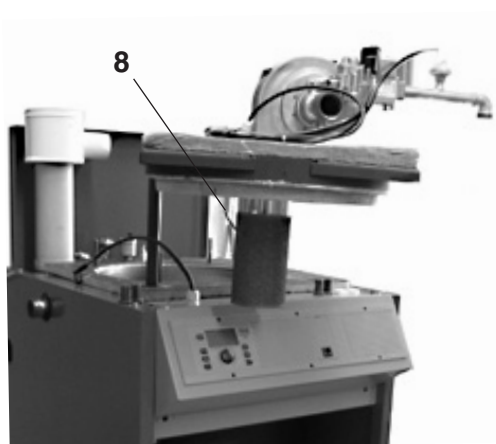

Fig. 5
8. Tirare il bruciatore con il portellone caldaia verso l'alto ruotare lateralmente (8, fig. 5)